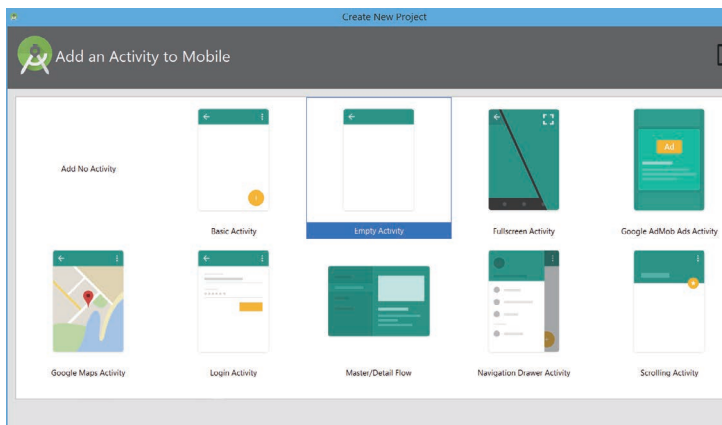

图 2-29 一个空 Activity，没有什么特别的元素，只用作文本输出，这是启动程序时的正确选择
- **Add an Activity to Mobile 界面：**选择一个 Activity 样板，进行相应的系统设置并创建文件，以供编程和后续 App 的运行使用。我建议你在第一次启动程序时就创建一个空 Activity（Empty Activity，如图 2-29 所示）。然后点击“下一步”。